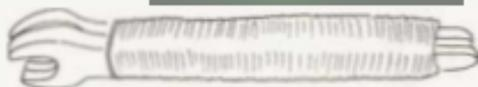

Bild 214
- Die Speichennippel haben eine Vierkant-Schlüsselweite von 5 mm. Erfahrungsgemäss ist die Mauldicke eines Gabelschlüssels so schmal, dass sich beim Lösen oder beim Anziehen der Speichennippel die Ecken des Vierkants wegdrücken, also runden. Um das zu vermeiden hat es sich bewährt, zwei gleiche Gabelschlüssel aufeinanderzulegen und mit Hilfe von Klebeband oder Kupferdraht zu einer Einheit zu verbinden. So verteilt sich die Kraft auf eine doppelt so grosse Fläche. Beschädigung des Speichennippels wird dadurch vermieden (siehe hierzu Bild 214).